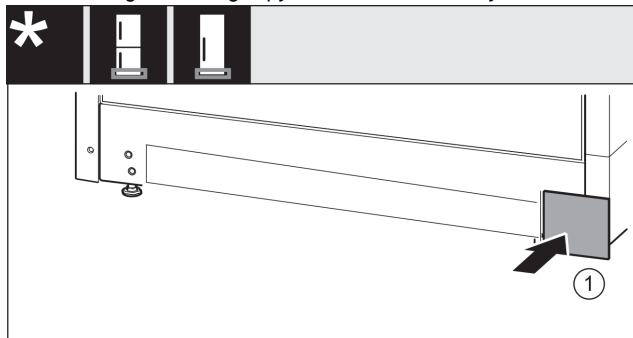

Fig. 18
- Afdekking Fig. 18 (1) van de andere zijde weer er in steken.